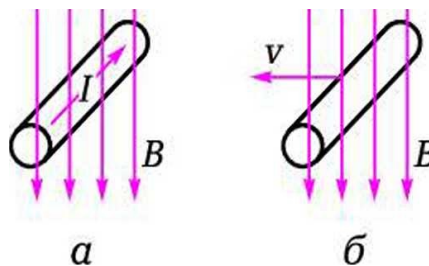

Рис. 4.4. Проводник с током в магнитном поле: а — к задаче 3; б — к задаче 4
3. На проводник длиной  $l = 10$  см с током  $I = 2$  А действует магнитное поле с индукцией  $B = 1,3$  Тл (рис. 4.4, а). Определите значение и направление силы, действующей на проводник.
4. Проводник длиной  $l = 10$  см перемещается в магнитном поле с индукцией  $B = 1,3$  Тл (рис. 4.4, б). Скорость перемещения проводника  $v = 100$  см/с. Определите значение и направление ЭДС в проводнике.